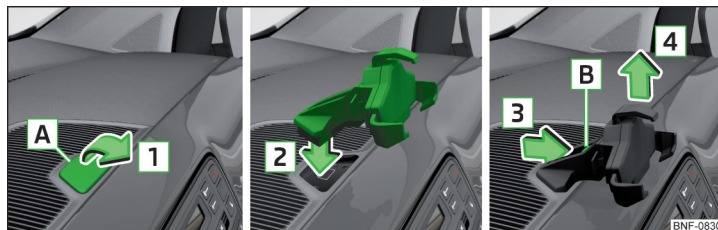

Bild 76 Ta av kåpan/sätta fast adaptern/ta av adaptern
- Sätt t.ex. ett mynt i urtaget **A** och fäll upp kåpan i pilens riktning **1** » bild 76.
- Tryck låsknappen **B** i pilens riktning **3** och ta bort adaptern i pilriktningen **4** » bild 76.